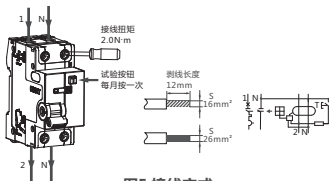

图5 接线方式
5.4 适用于铜导线连接，导线选择见表2，接线方式及剥线长度示意图如下图5